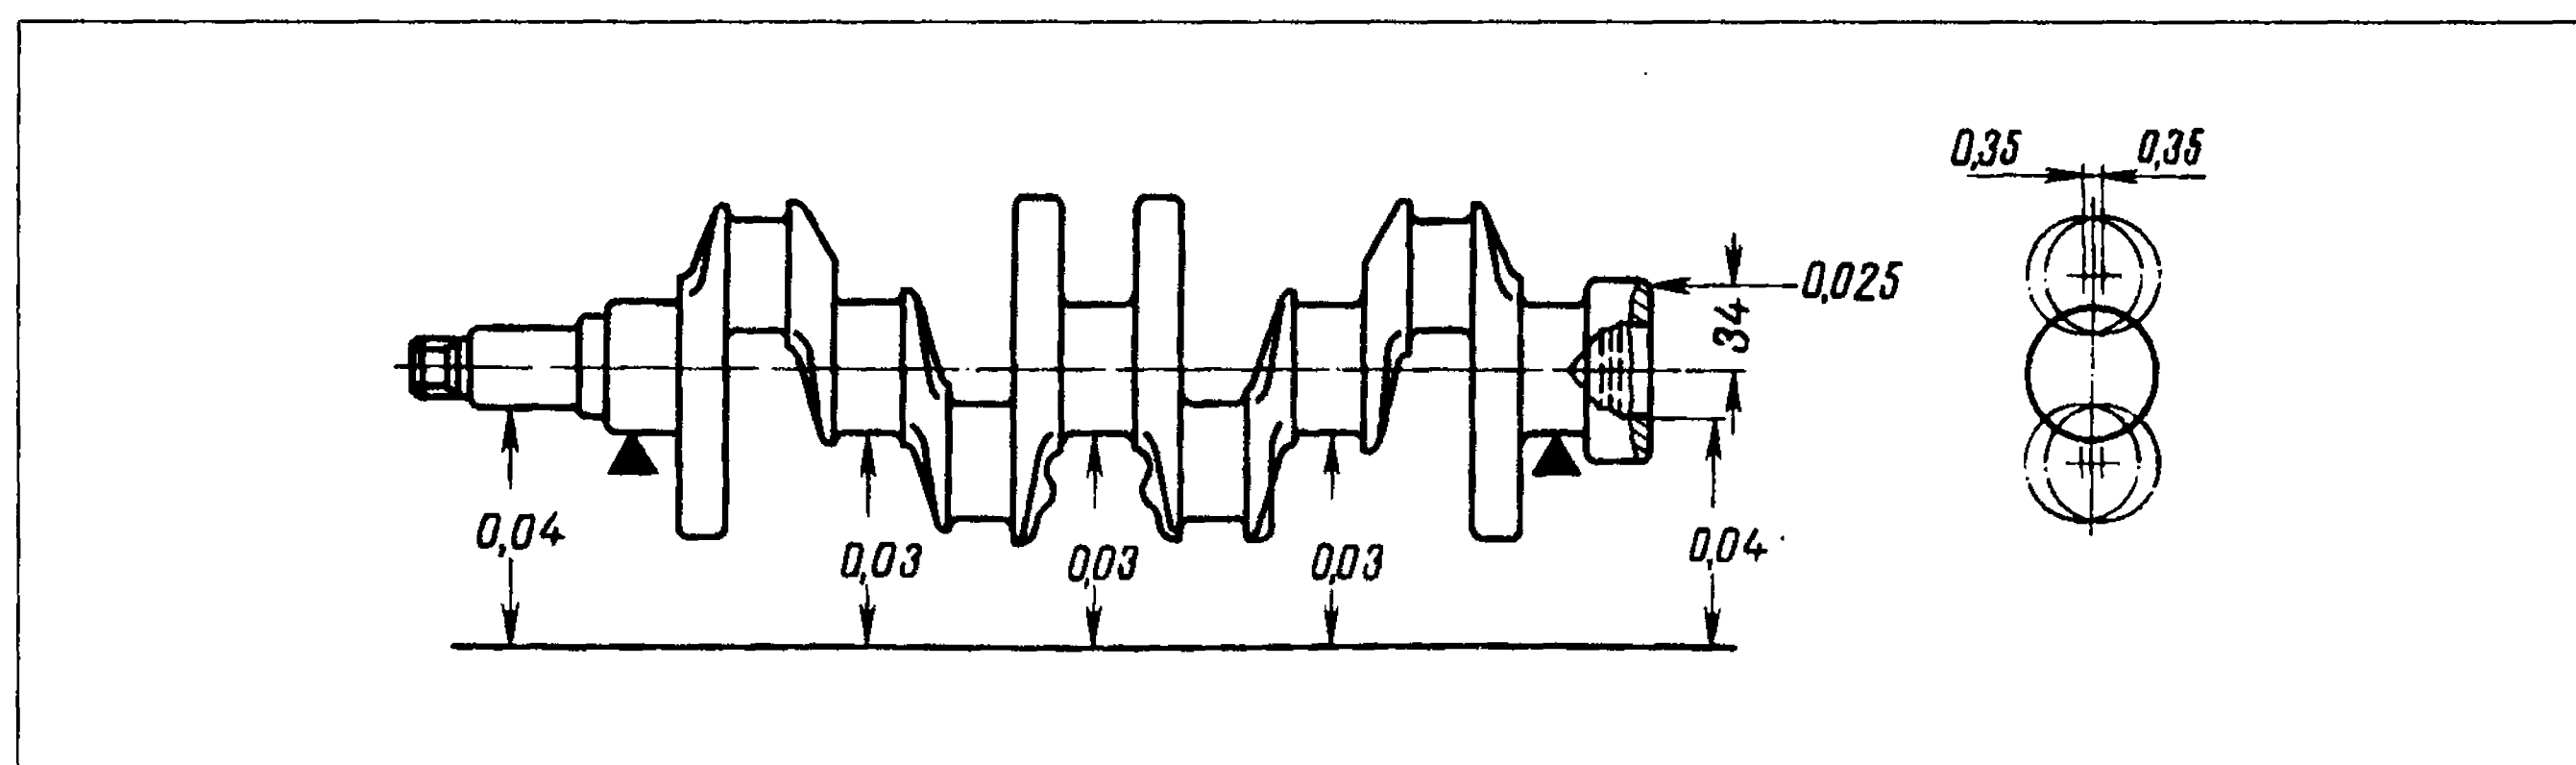

Рис. 2-36. Допустимые биения основных поверхностей коленчатого вала
**Проверка.** Установите коленчатый вал на две призмы (рис.2-36) и проверьте индикатором:
неперпендикулярность по отношению к оси коленчатого вала торцевой поверхности фланца. При проворачивании вала индикатор, установленный сбоку, на расстоянии  $34 \text{ мм}$  (рис.2-36) от оси вала, не должен показывать биения более  $0,025 \text{ мм}$ .